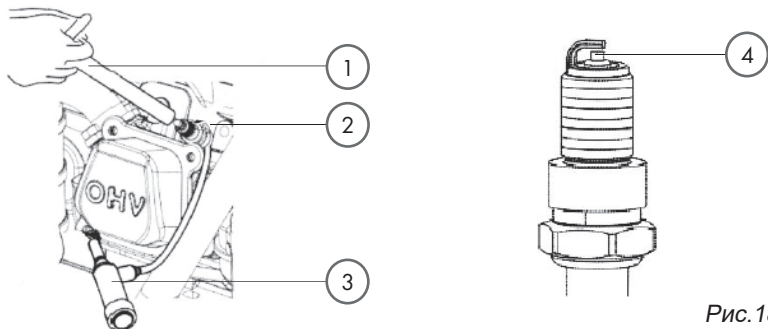

Рис. 18
2. Снять колпачок свечи зажигания (3) (рис. 18).
3. Использовать свечной ключ (1), чтобы выкрутить свечу зажигания.
5. С помощью щупа проверить зазор между контактами свечи (4). При необходимости отрегулировать зазор, осторожно подгибая боковой электрод.